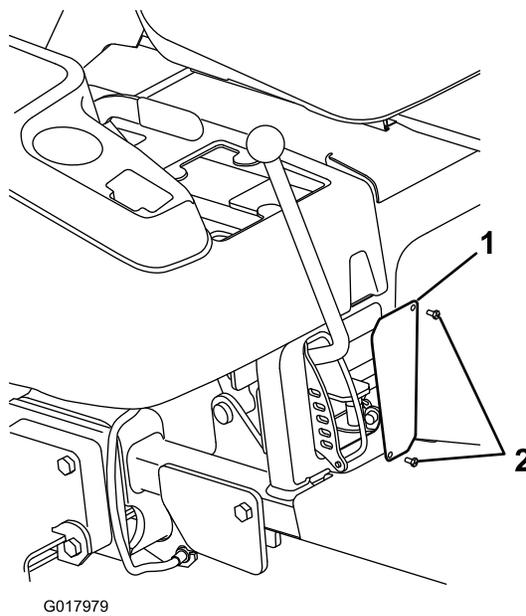

Figure 9
- Fixez le panneau de protection neuf à l'arrière de l'ouverture du cadre à l'aide de 2 vis à embase à tête hexagonale (n° 10 x 1/2 po) (Figure 9).